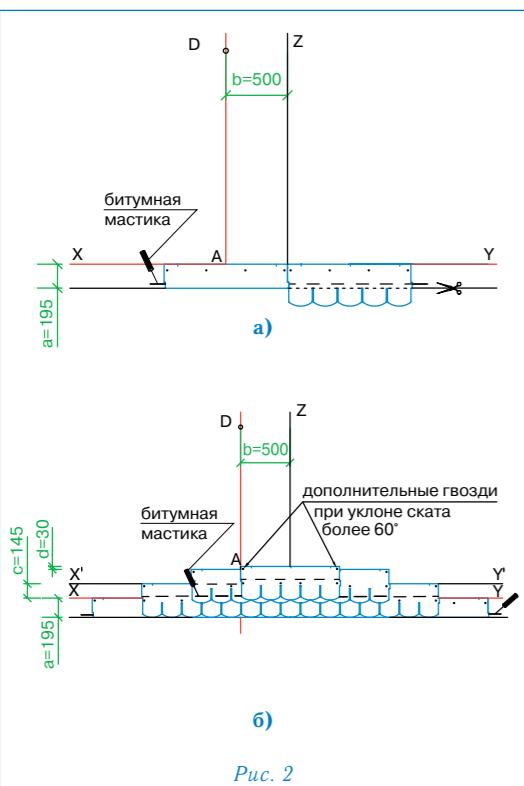

Рис. 2
Укладка материала (рис. 2)
- Начальный ряд формируется из листов черепицы АНТИК ПРАГА обрезанных по линии, образованной конечными точками вырезов. Полученные таким образом полосы шириной 19,5 см укладываются по линии карниза в обе стороны от линии Z (рис. 2а) и фиксируются по нижнему краю битумной мастики, а по верхней кромке 4 гвоздями (ось гвоздей на 5 см ниже верхнего края полосы);
- далее первый ряд черепицы укладывается от линии AD (рис. 2б);
- второй ряд укладывается от линии Z (со смещением 50 см от AD) (рис. 2б');